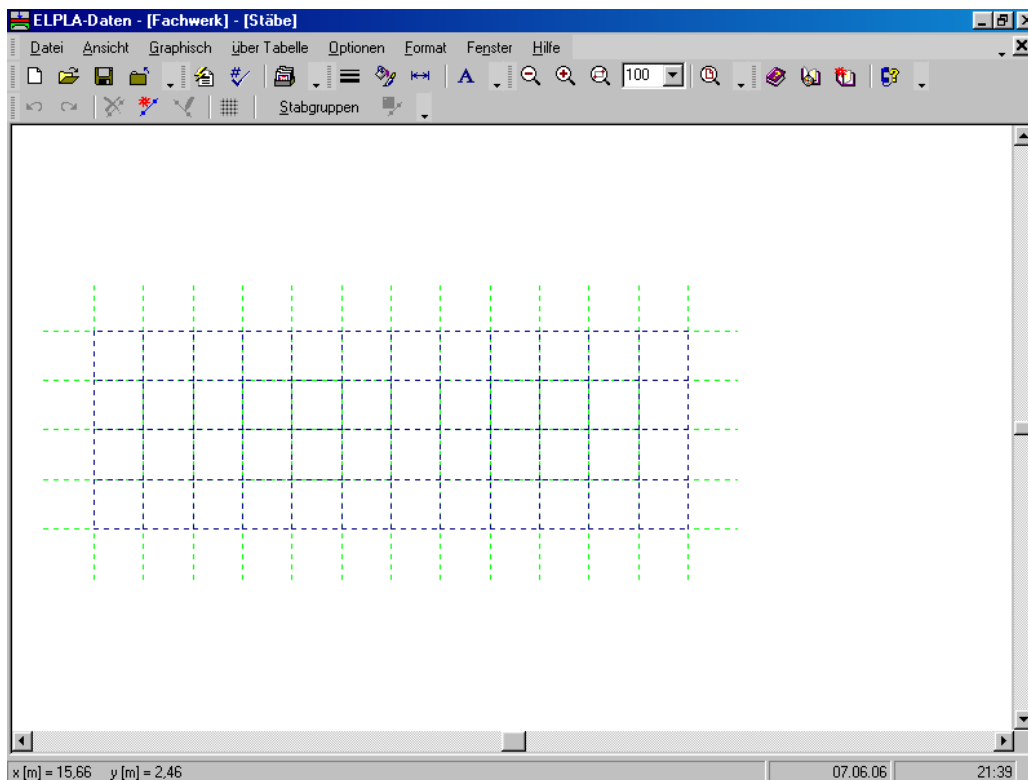
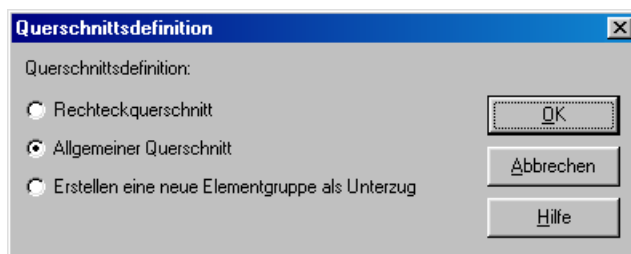
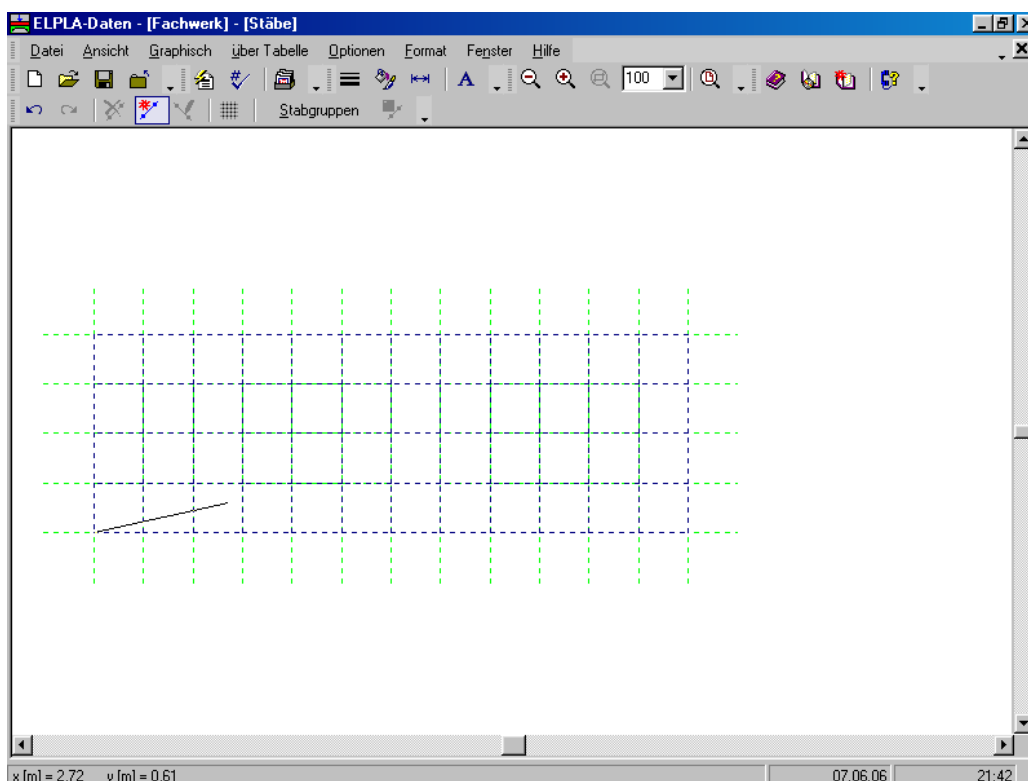
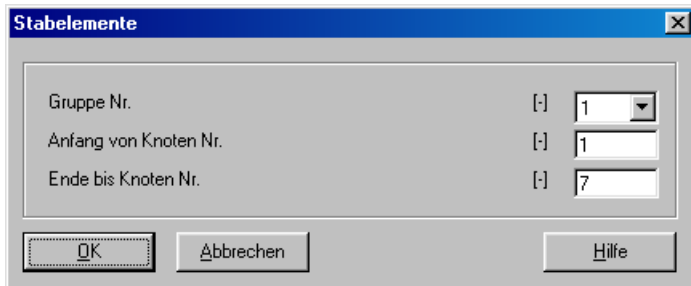

Bild 6-11 Eingebettetes Programm "Stäbe"
Bild 6-12 Optionsfeld "Querschnittsdefinition"
Bild 6-14 Einfügen des ersten Stabs mit der Maus
Bild 6-15 Dialogfeld "Stabelemente"
- Wählen Sie "Daten der Stäbe" aus dem "Daten"-Menü des *ELPLA-Daten*-Fensters. Damit erscheint das folgende Menü im Bild 6-11
- Wählen Sie im Fenster von Bild 6-11 den Befehl "Beschreibung der Stabgruppen" aus dem Menü "über Tabelle". Das folgende Optionsfeld im Bild 6-12 erscheint
- Wählen Sie "Stäbe einfügen" aus dem Menü "Graphisch" im Bild 6-11, der Cursor wechselt vom Pfeil zum Kreuz. Klicken Sie die linke Maustaste auf den Anfangsknoten des ersten Stabs und schleifen Sie mit der Maus bis zum Endknoten (Bild 6-14), dann klicken Sie auf dem Endknoten. Das Dialogfeld "Stabelemente" im Bild 6-15 erscheint